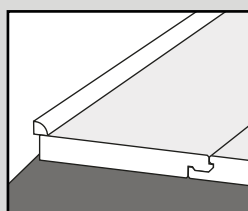

Fig. 7
9. Nadat de vloer is gelegd, verwijdert u de afstandhouders. Veeg de vloer schoon met een zachte borstel. Breng een plint of geschikte randstrip aan (beschikbaar bij uw lokale distributeur) om de uitzettingsruimtes te bedekken. Deze moeten aan de muur worden bevestigd, niet op de vloer. Zo kan het product vrij uitzetten (Fig. 7 & 8).